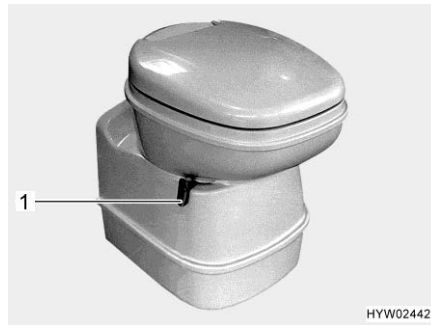
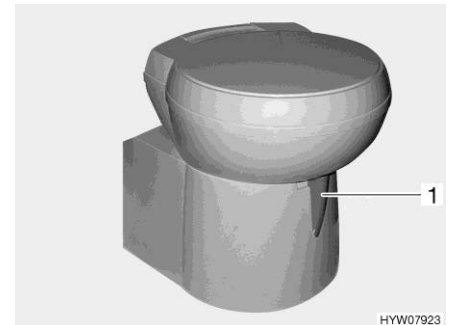

Fig. 206 Cuvette Thetford, orientable
Fig. 207 Cuvette Thetford, orientable (alternative)
- Avant d'actionner la chasse d'eau, ouvrir le curseur des toilettes Thetford. Pousser pour cela le levier du curseur (Fig. 206,1 ou Fig. 207,1) dans le sens inverse des aiguilles d'une montre.